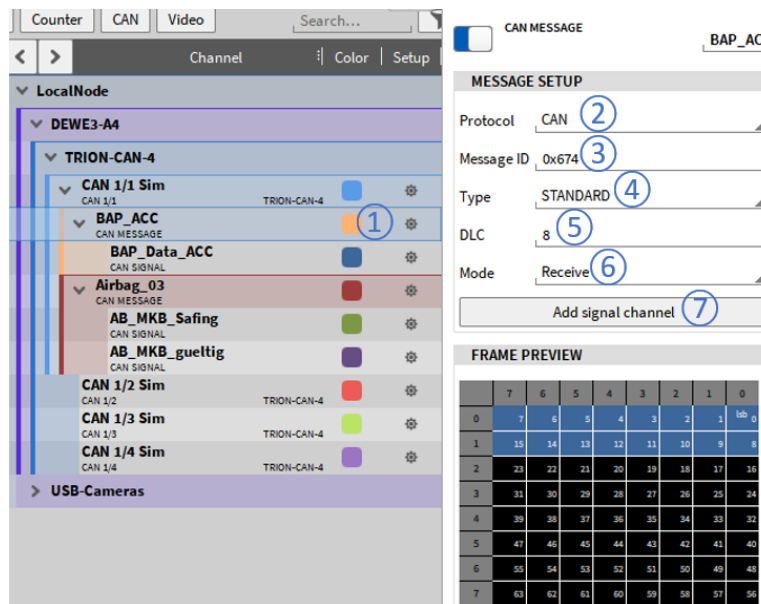

Abb. 7.208: CAN-Nachrichtenkanals
Das CAN-Nachrichten-Setup kann durch Drücken der Zahnrad-Taste der jeweiligen CAN-Nachricht in der Kanalliste aufgerufen werden (siehe ① in Abb. 7.208).
- Protokolltyp (siehe ② in Abb. 7.208): CAN oder J1939 oder CAN-FD (falls verfügbar)
- Nachrichten ID (siehe ③ in Abb. 7.208): Die ID der Nachricht kann innerhalb 0x00 ... 0x7ff
- Nachrichtentyp (siehe ④ in Abb. 7.208): Standard oder Erweitert
- DLC (siehe ⑤ in Abb. 7.208): Der DLC kann zwischen 0 ... 8 (...64 für CAN-FD) liegen
- Modus (siehe ⑥ in Abb. 7.208): Der Modus kann von Empfangen (Empfangen von CAN-Daten) auf Senden (Ausgabe von OXYGEN-Daten über CAN) eingestellt werden.
- Signalkanal hinzufügen (siehe ⑦ in Abb. 7.208):